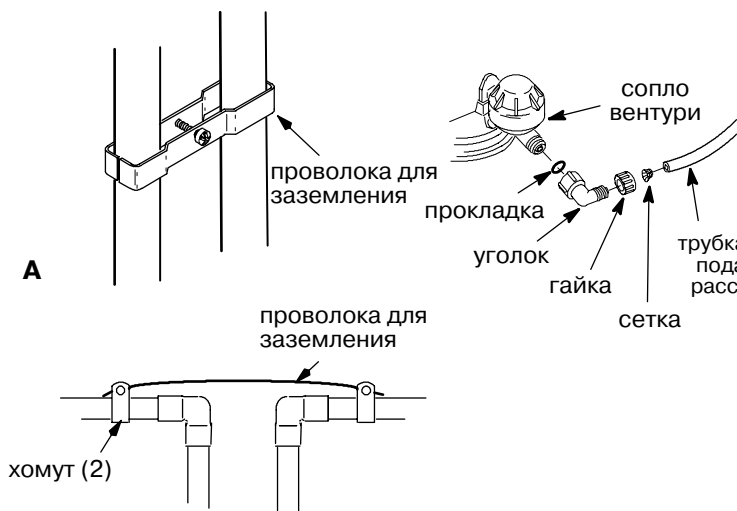

Рис. 7
а) установите проволоку между концевиками аппарата, **рис. 7А**.
б) установите провод сечением не менее 4мм2 на двух хомутах между трубами магистрали в месте разрыва, **рис. 7В**.
**11. В случае модели с отдельным солевым баком** подсоедините трубку подачи рассола к соплу вентури (**рис. 7**).